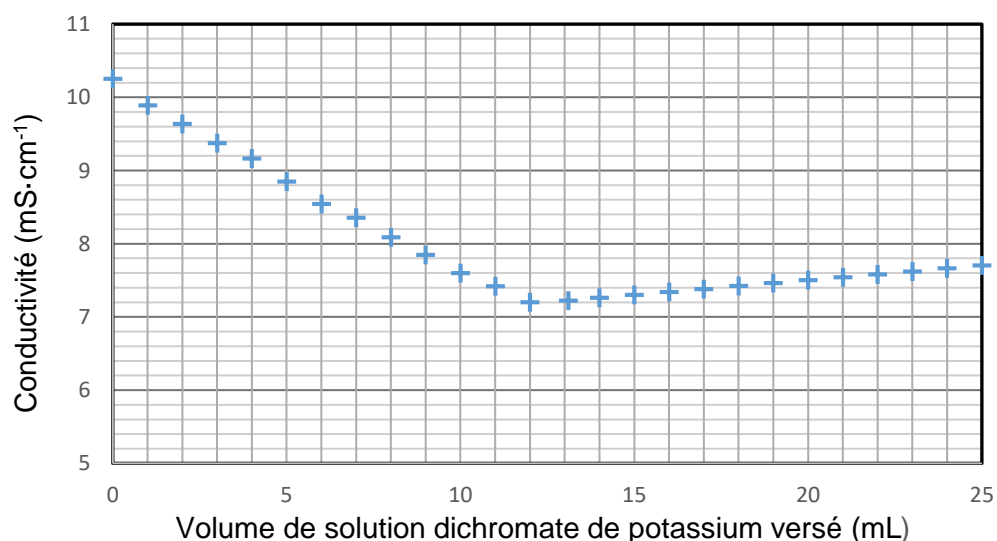

Figure 2. Courbe de titrage conductimétrique de l'eau analysée
La courbe du titrage obtenue est présentée dans la **figure 2** ci-dessous.
5. À partir de l'exploitation de la **figure 2**, montrer que la quantité de matière des ions Fe^{2+} qui ont été versés en excès $n(\text{Fe}^{2+})_{\text{excès}}$ vaut environ 3,6 mmol.